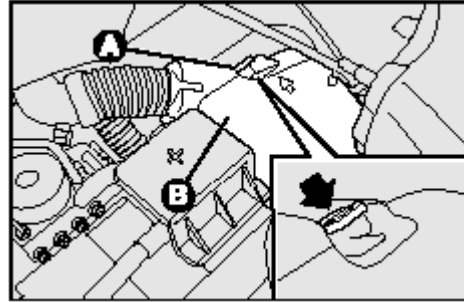

рис. 48
- Нажать на закрылок **А** – рис. 48 и снять крышку **В** защиты коробки предохранителей;